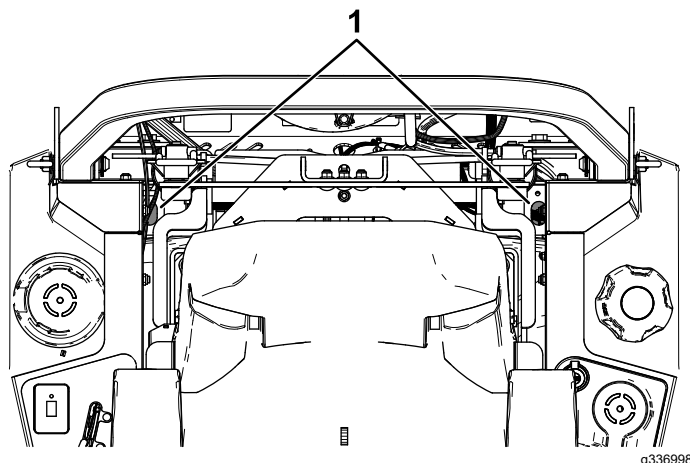

Figure 84
- **Système hydro ZT 4400 :** utilisez une rallonge et une douille de 7/16 pouce pour accéder au bouchon d'aération par le haut de la machine, en passant par les trous près des supports de l'arceau de sécurité (Figure 84).